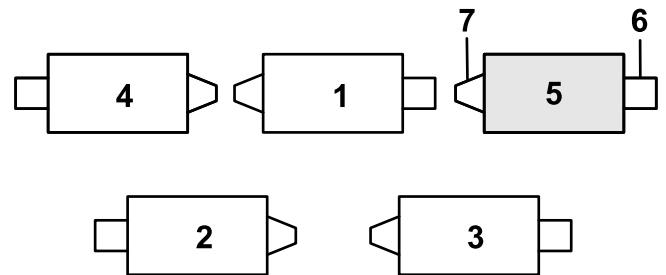

Figura 12
1. Se o perno de gancho for instalado no orifício posterior da haste de mola de compensação, remova o perno de gancho e insira-o no orifício junto ao suporte (Figura 12).